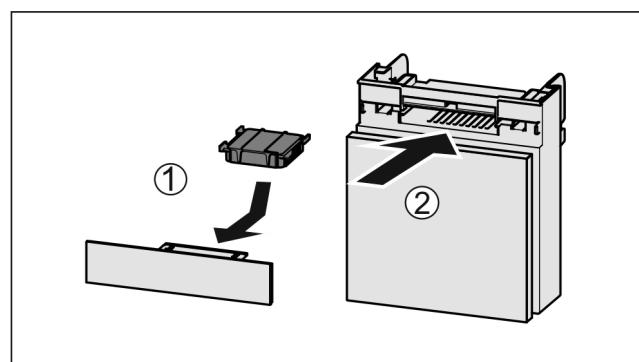

Fig. 46
- Вставити фільтр з активованого вугілля за малюнком Fig. 46 (1).
- Вставити відділення Fig. 46 (2).